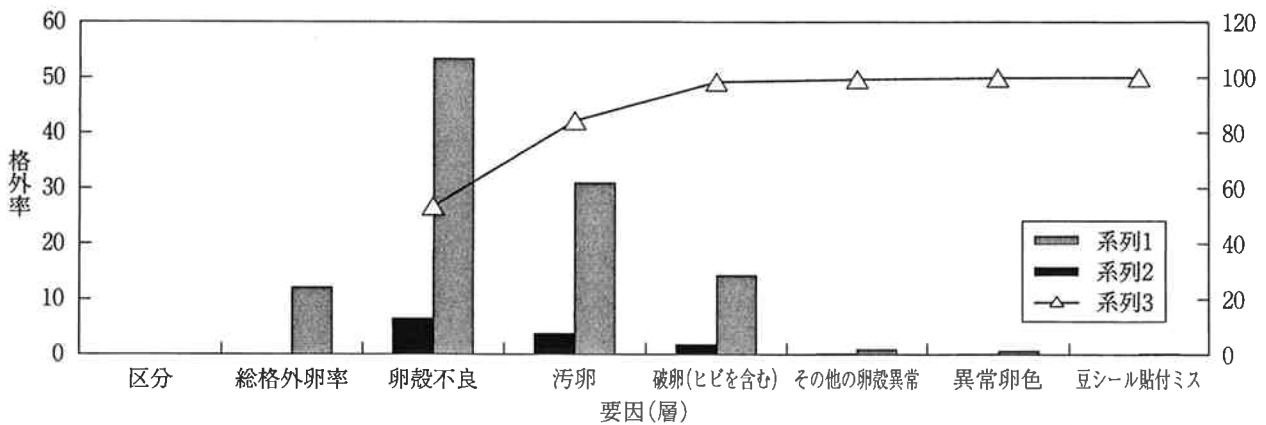

図1 あるGPの格別率パレート図
これらの上位三者の合計は、①+④+③で八二・五%にも上ります。これらを図示したものが図1です。格別卵率を下げるためには、まず卵殻不良(いわゆるザラダマ)を減らすこと、次いで、汚卵をなくす努力が重要で、これらの数値を下げることはそのほかの要因を下げるより容易であることはすぐに理解できるでしょう。仮にザラダマを三分の一減らし、汚れを半分にするれば、格別卵率は三・四%引き下げられます。つまり、平均的にいつて取り引き条件は三円ほど向上することになります(ヘンハウス四三gで計算すると、一〇万羽当たりで年間四七〇万円手取りが増えることとなります)。